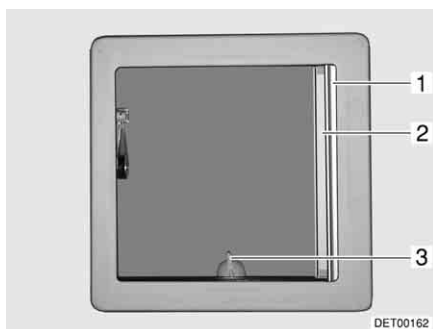
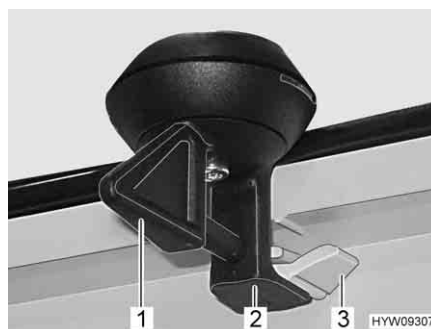

Fig. 33 Oblò inclinabile
Fig. 34 Bloccaggio (oblò inclinabile)
- Ruotare la leva (Fig. 33,3 o Fig. 34,1) di un quarto di giro.
- Girare la leva di un quarto di giro. Il bloccaggio (Fig. 34,2) deve entrare nell'aggancio inferiore (Fig. 34,3).
- Tirare la tendina oscurante pieghevole (Fig. 33,1) fino alla posizione desiderata e rilasciare. La tendina oscurante pieghevole rimane in questa posizione.
- Estrarre la zanzariera a rullo (Fig. 33,2) fino a quando non scatta il bloccaggio dalla parte opposta.